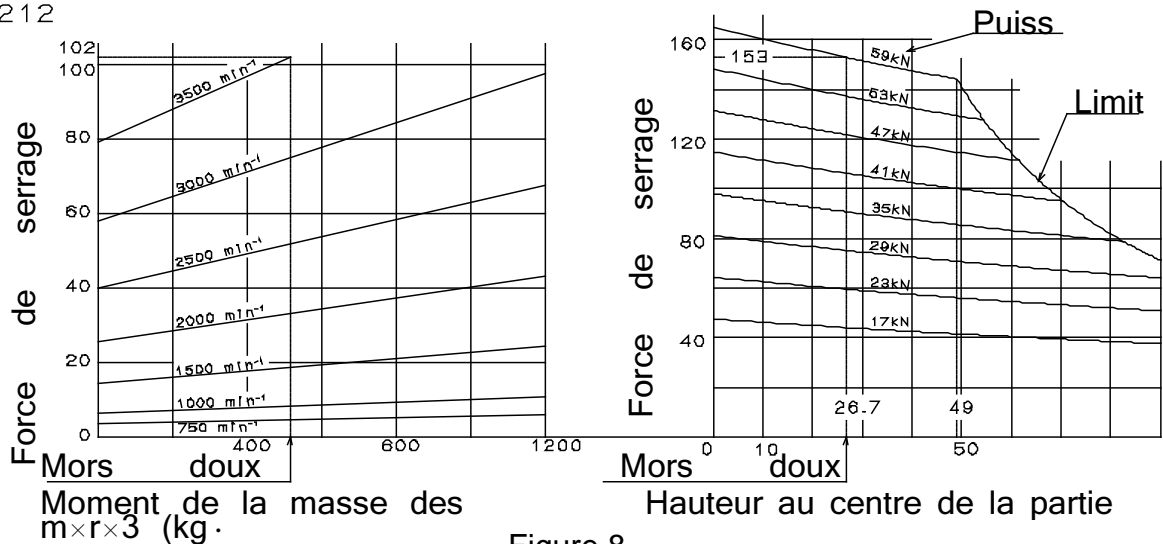

Figure 8
- La hauteur du mors doit être conforme à la plage spécifiée dans le tableau de limite de force de serrage. (Voir figure 8)
L'analyse de la force de serrage, de la force d'entrée et de la vitesse de rotation est exécutée comme suit (voir figure 8).
La force de serrage statique et la force d'entrée nécessaires à cette vitesse de rotation sont spécifiées sur la figure 8 mais un certain nombre de conditions hypothétiques demeure. Il est donc nécessaire d'utiliser ces valeurs comme référence et déterminer les conditions d'usinage au terme d'essais concluants.